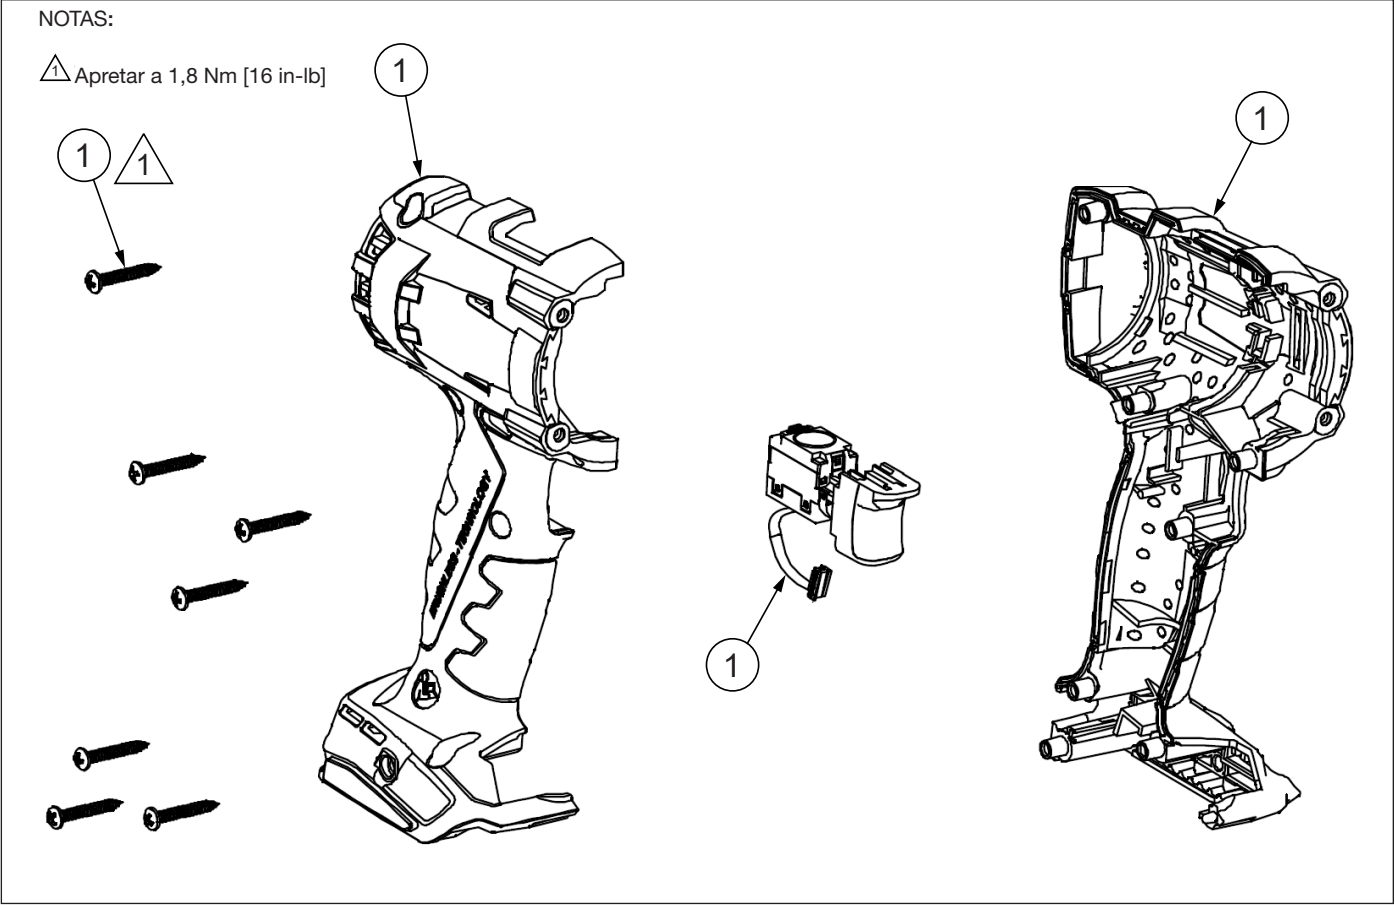

Figura 7: Kit de reparación de empuñadura
9.2.1 Tabla de piezas (Figura 7)